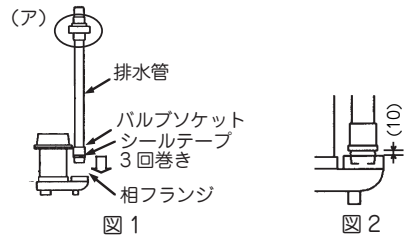

図 3
1. ポンプ槽放流口の(イ)自在ユニオンを緩め、(ウ)ナット部を外します。(図 3)